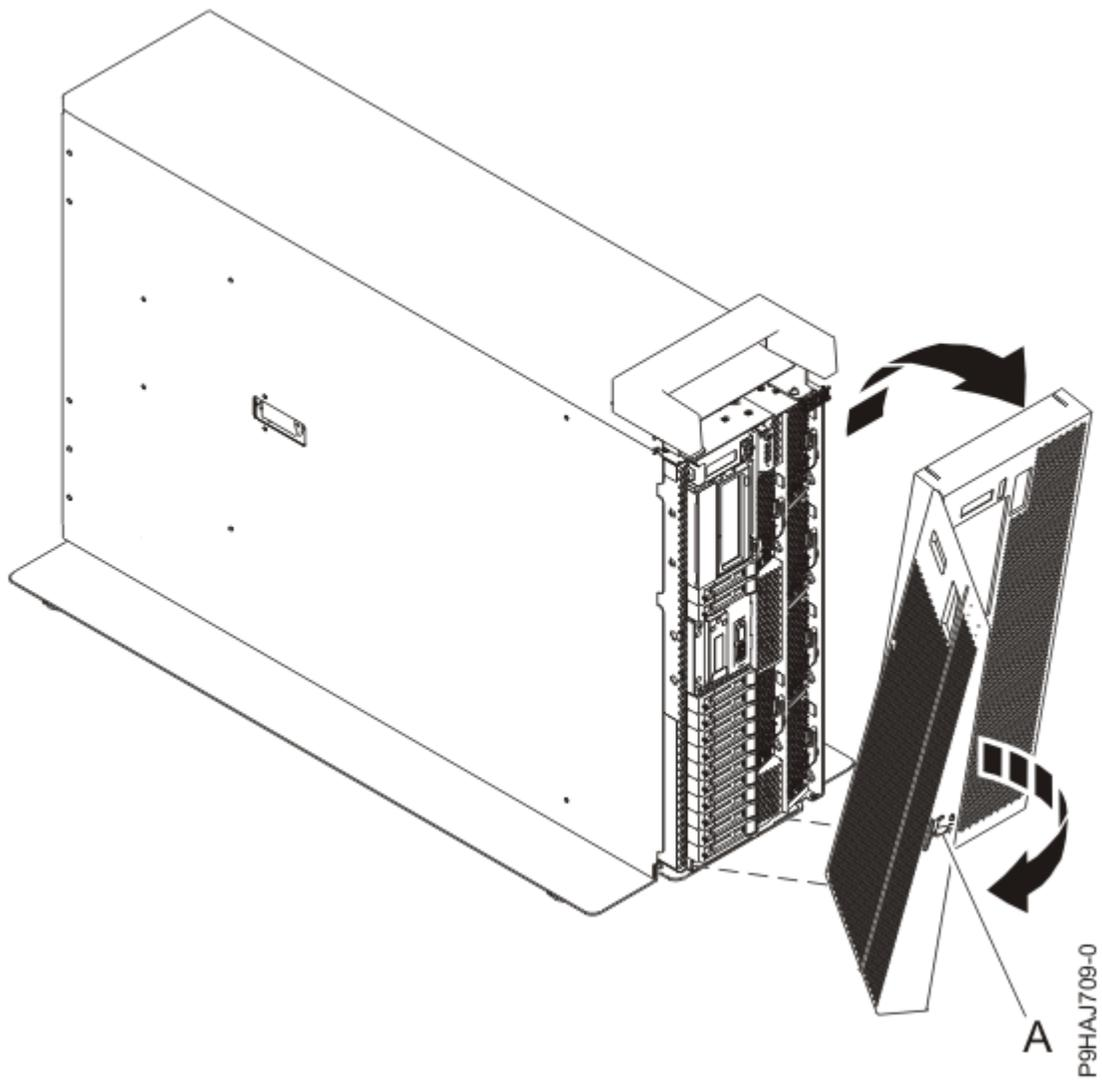

Figura 55. Extracción de la cubierta frontal
- d) Extraiga la cubierta del sistema tal como se muestra en la Figura 55 en la página 60. La cubierta tiene una hendidura que le permite sujetarla más fácilmente.